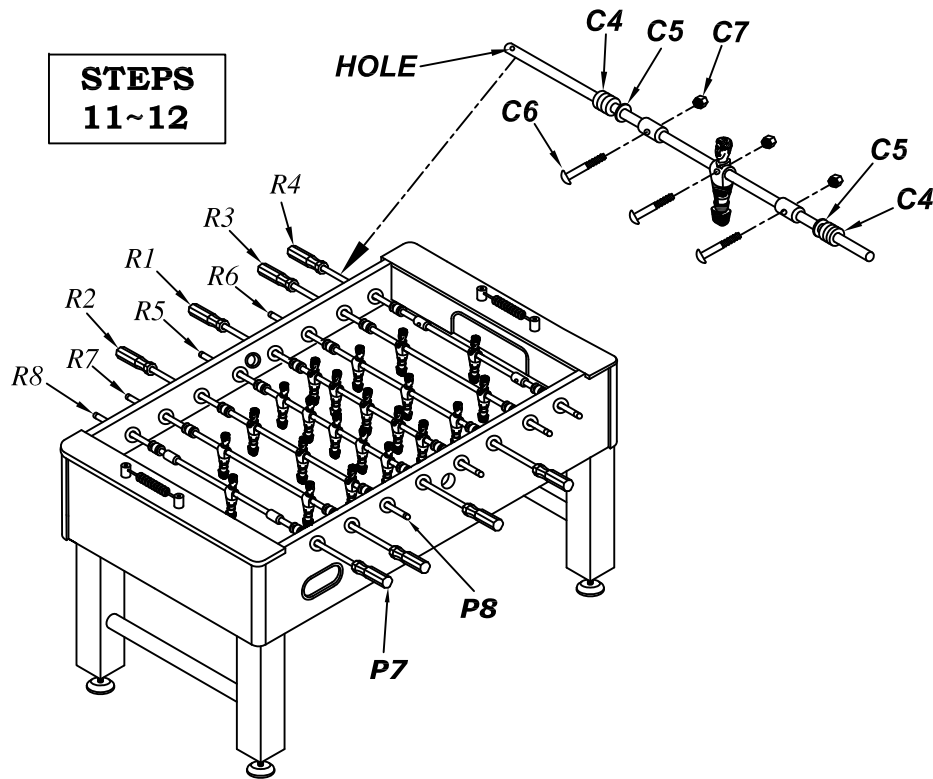

FIGURE 6
11. INSERT THE PLAYER RODS **C1&C2&C3** THROUGH ONE SIDE PANEL, THEN INSERT PLAYERS **C8&C9**, RUBBER BUSHINGS **C4**, PLASTIC WASHERS **C5** THROUGH THE ROD, THEN INSERT THE PLAYER ROD THROUGH OTHER SIDE PANEL, ATTACH THE PLAYERS **C8&C9** WITH BOLTS **C6** AND NUTS **C7**. SEE **Figure 6**.